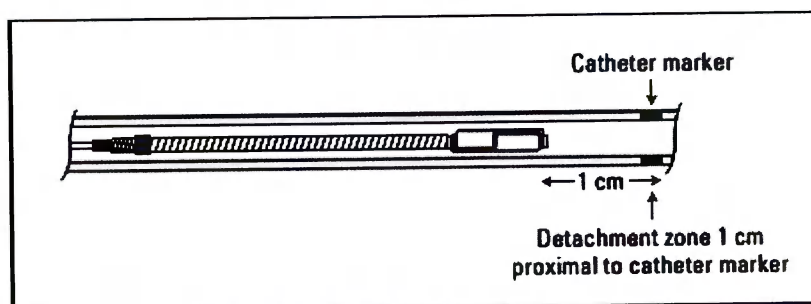

Рис. 8. Продвижение спирали в положение готовности к установке (с 1 рентгеноконтрастным маркером)
12. Передвигайте спираль Interlock – 35 под рентгеноскопическим контролем, пока зона разъединения не будет 1 см от кончика катетера (Рис. 8).